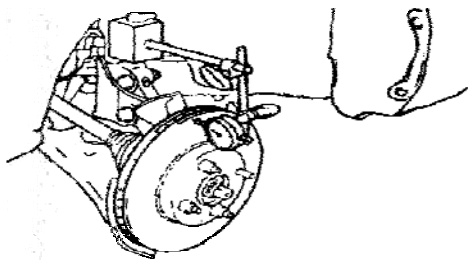

图 3—19
(1) 临时紧固制动盘，拧紧力矩： $103\text{N} \cdot \text{m}$ 。
(2) 用百分表，在距制动盘外缘10mm处测量制动盘的摆动，如图3—19所示。制动盘最大摆动： $0.05\text{mm}$ 。